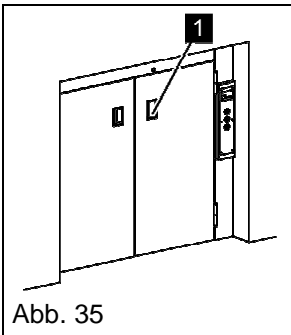

Abb. 35
1. Um die Tür zu öffnen, fassen Sie in die Muldengriffe (Abb. 35) der Türflügel.